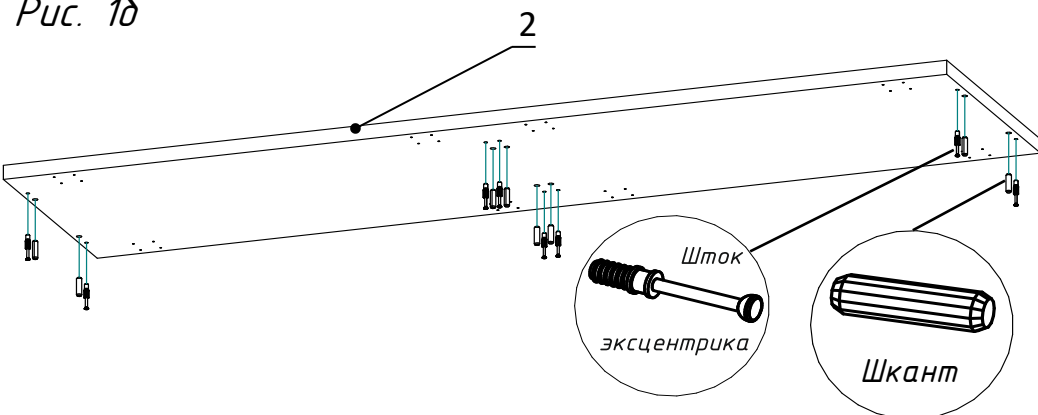

Рис. 2
3. Соедините топку и опорную тумбу, фурнитура должна попасть в ответные отверстия, затяните эксцентриковые стяжки, установите заглушки. Рис. 2.